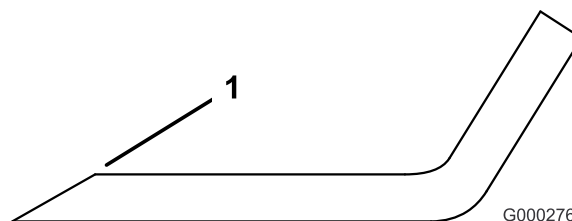

Figura 90
3. Inspeccione los filos de corte de todas las cuchillas y afílelos si están romos o tienen mellas (Figura 90).
Nota: Afile únicamente la parte superior del filo y mantenga el ángulo de corte original para asegurar un filo correcto (Figura 90). La cuchilla permanecerá equilibrada si se retira la misma cantidad de metal de ambos bordes de corte.